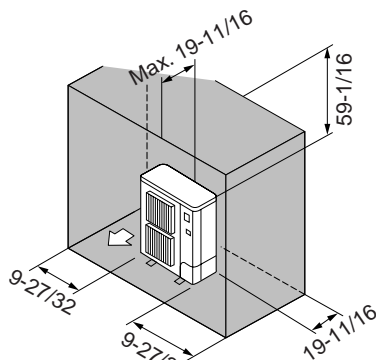

Fig. 2-7
- ⑥ Obstacles uniquement à l'arrière, sur les côtés et au-dessus (Fig. 2-7)